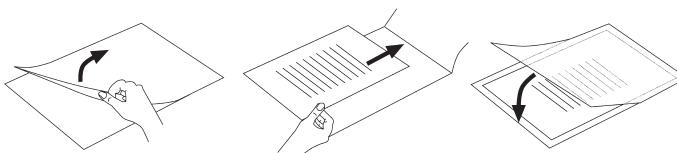

Abb. 2
- Beachten Sie, dass Sie lediglich eine Folie zum Laminieren verwenden. Klappen Sie diese vorher auf, wie in Abb. 2 dargestellt.
- Beachten Sie, dass Sie lediglich eine Folie zum Laminieren verwenden. Klappen Sie diese vorher auf, wie in Abb. 2 dargestellt (siehe S. 22).